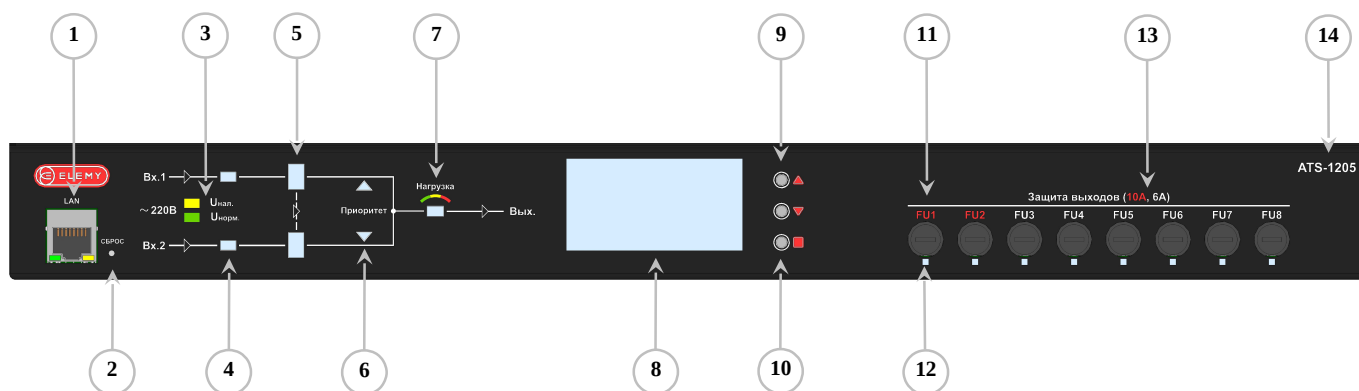

Рисунок 1 – Электронно-механический АСП **ATS-1205**, передняя панель:
Уставки по напряжению задаются пользователем с помощью слайдеров на странице управления в **Web-интерфейсе** и с кнопочной клавиатуры, расположенной на лицевой панели (Рис.1). Пользователь может установить номинальное напряжение в сети в диапазоне от **190** до **250** Вольт и допустимое отклонение от номинального напряжения в диапазоне **±10-30** Вольт. Данные уставки применяются для управления обоими вводами АСП одновременно.
Готовность входа к использованию определяется наличием на входе напряжения соответствующего уставкам в течение времени, превышающего время задержки (устанавливается пользователем с помощью слайдера на странице управления в **Web-интерфейсе** и с кнопочной клавиатуры, расположенной на лицевой панели (Рис.1)). Готовность входа – обязательное условие для того, чтобы нагрузка могла быть подключена к этому входу. Задержка с момента появления на входе напряжения, соответствующего уставкам, до подтверждения готовности входа, позволяет убедиться, что напряжение в сети, к которой подключен конкретный вход, находится в установившемся режиме, отсутствуют броски или провалы напряжения. Это позволяет избежать преждевременного подключения нагрузки ко входу с неустановившимся режимом.
Выбор приоритета ввода производится пользователем с помощью выбора нужного Ввода из выпадающего списка на странице управления в **Web-интерфейсе** и с кнопочной клавиатуры, расположенной на лицевой панели (Рис.1). При выборе одного из входов и при условии, что он находится в состоянии готовности – питание нагрузки будет осуществляться именно от этого входа. Изменение приоритета на другой вход, находящийся в состоянии готовности вызовет переключение нагрузки на вход, выбранный приоритетным.
Пробуждение дисплея и перелистывание экранов осуществляется при помощи кнопок «вверх» и «вниз» (см. рис. 1). Дисплей будет вновь погашен через время бездействия от **1** до **60** минут (настраивается пользователем).
1. Нажать и удерживать до двух секунд кнопку входа в режим настройки (**12 см. Рис.1**): начнет мигать значение первой уставки «Номинальное напряжение»
2. При необходимости кнопками «вверх/вниз» (**11 см. Рис.1**) можно изменить значение уставки «Номинальное напряжение».
3. Кратковременным нажатием на кнопку выбора (**12 см. Рис.1**) осуществляется переход к настройке следующего значения (замигает с частотой **1Гц**) «Отклонение напряжения от номинального».
4. При необходимости кнопками «вверх/вниз» (**11 см. Рис.1**) можно изменить значение уставки «Отклонение напряжения от номинального».
5. Повторным кратковременным нажатием на кнопку выбора (**12 см. Рис.1**) осуществляется переход к настройке следующего значения (замигает с частотой **1Гц**) «Время задержки»
6. При необходимости кнопками «вверх/вниз» (**11 см. Рис.1**) можно изменить значение уставки «Время задержки».
7. При длительном нажатии (до двух секунд) кнопки входа в режим настройки (**12 см. Рис.1**) введенные значения будут сохранены и применены.